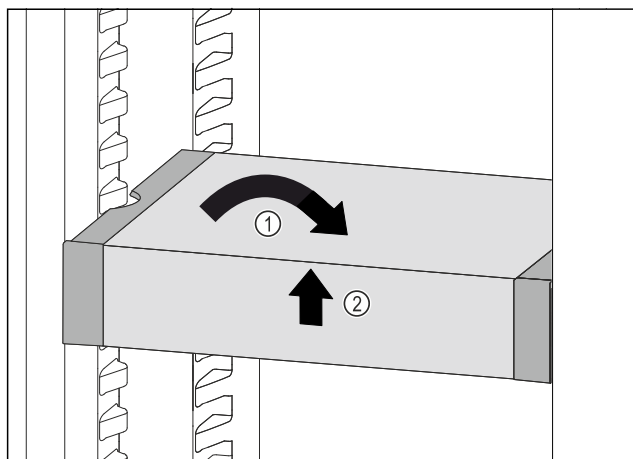

Fig. 80
- 将 VarioSafe 放平。Fig. 80 (1)
- 抬起 VarioSafe 前部。Fig. 80 (2)